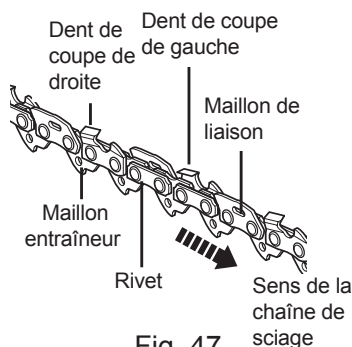

Fig. 47
Lors de l'affûtage de la chaîne de sciage (20), vous devez tenir compte des points suivants (Fig. 47).